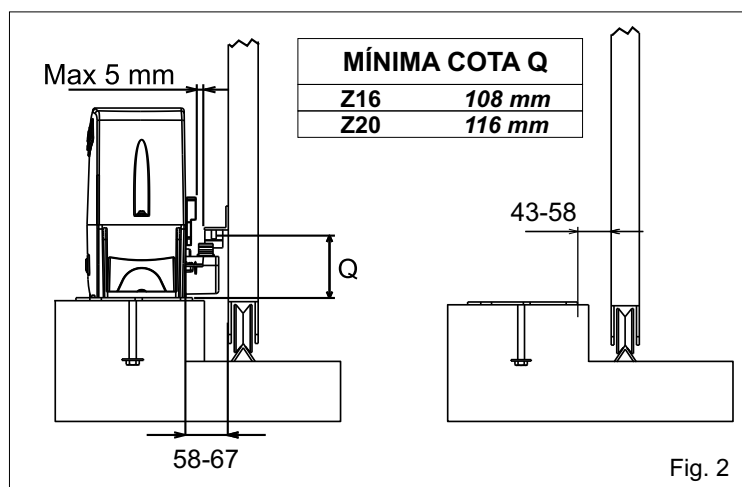
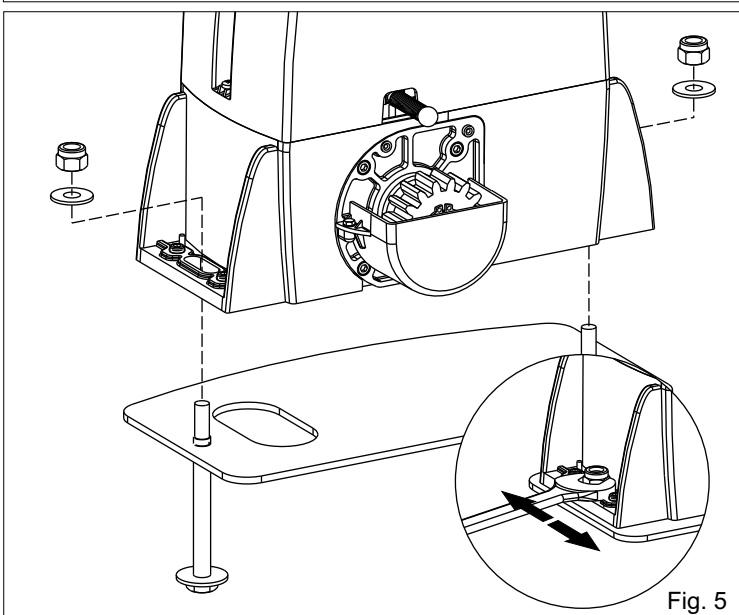

Fig. 2
Fig. 5
2.3. Antes de cementar la placa de anclaje asegurarse que la misma resulte perfectamente horizontal y que sea respetada la medida de 50 - 55 mm indicada en Fig. 2.
4.2. Fijar el motoreductor a la placa de fundacion mediante los dos dados en dotacion regulando la posicion lateral (Fig. 5) para respetar las medidas citadas en la figura (Fig. 2).